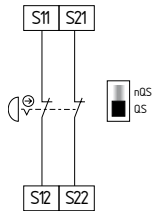

Fig. 11
**Circuito de Paro de Emergencia de dos canales con pulsadores según EN ISO 13850 y EN 60947-5-5 (véase fig. 11)**